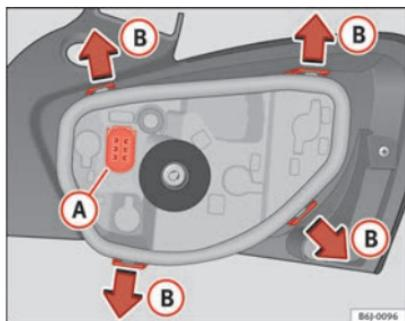

Abb. 177 Glühlampenersatz Rückleuchten
- Nehmen Sie den Lampenträger aus dem Gehäuse heraus. Drücken Sie dazu die Laschen **(B)** in Richtung der Pfeile ⇒ Abb. 177.